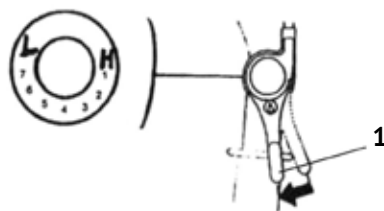

рис. 5
- перевести рычаг дроссельной заслонки немного влево, как показано на рис.5;
После прогрева двигателя в течение 10-40 секунд (в зависимости от начальной температуры), переведите рычаг воздушной заслонки в крайнее правое положение - „открыто“ а рычаг управления дроссельной заслонкой (рис.5 поз.1) в положение «минимально».
- перевести рычаг регулировки дроссельной заслонкой (рис.5 поз.1) в положение «минимально»;